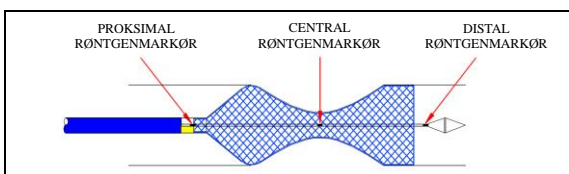

Figur 4
- Når den centrale røntgenmarkør når midten af målstrikturen, fortsættes med at trække tilbage i Y-konnektoren, indtil stenten er helt implementeret. (se figur 4 og 5)
- Når den centrale røntgenmarkør når midten af målstrikturen, skal man fortsætte med at skubbe frem mod konnektoren, indtil stenten er fuldt implementeret. (se figur 4 og 6)